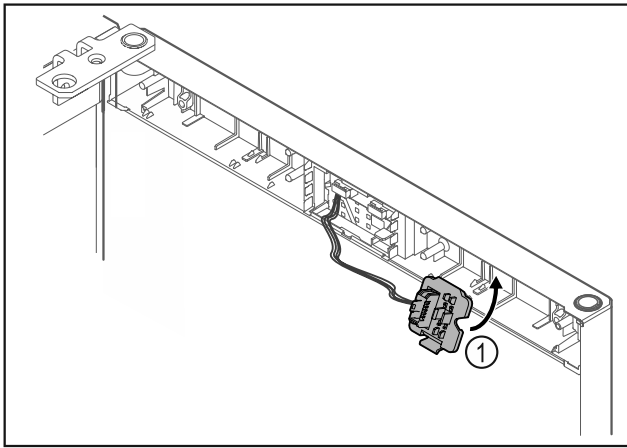

Fig. 24
- Stekkerhouder Fig. 24 (1) aan tegenoverliggende zijde vergrendelen.